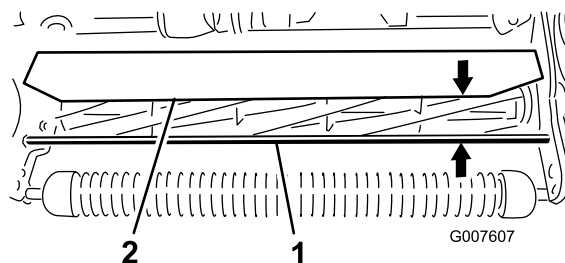

Figure 58
- Mesurez la distance entre le haut de la tige de support avant et le rebord avant du déflecteur, à chaque extrémité de l'unité de coupe (Figure 58).